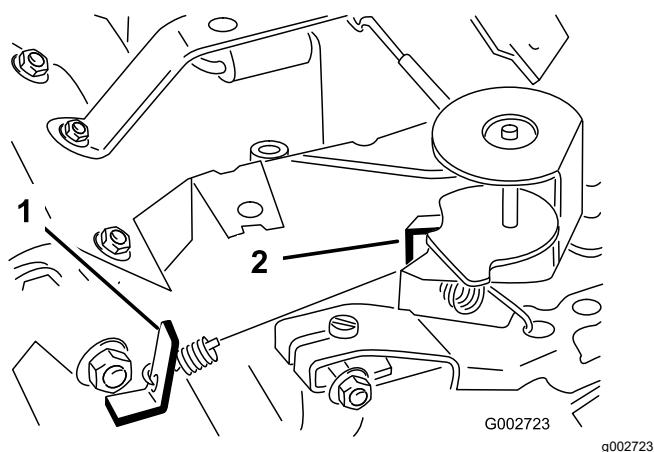

图 40
3. 弯转调节怠速弹簧锚柄脚图 40 以达到 1,675 1,175rpm 的怠速。
6. 弯转高速弹簧锚柄脚图 40 以达到 3,350 3,450rpm 的高速。